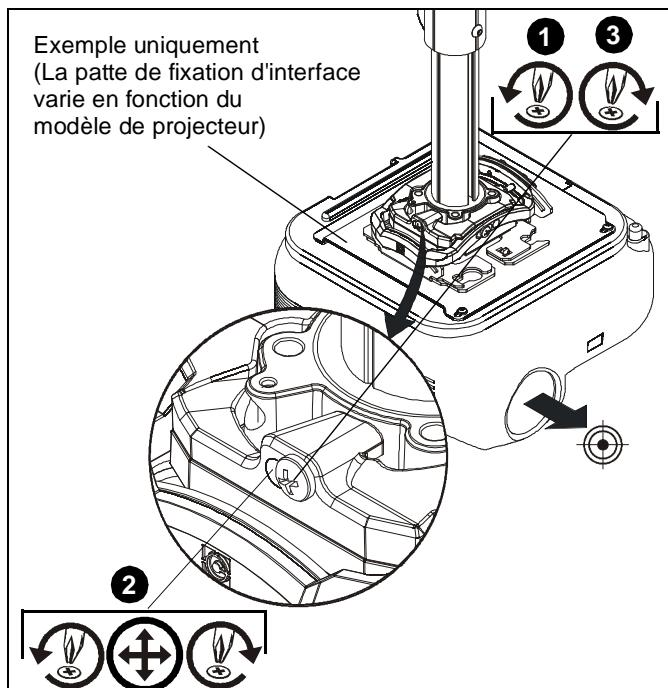

Figure 17
- Desserrez la vis de blocage du réglage du lacet à l'aide d'un tournevis Phillips 2. (Voir la Figure 17)
- Tournez la vis de réglage micrométrique du lacet vers la droite ou la gauche à l'aide d'un tournevis Phillips 2 jusqu'à ce que l'image soit correctement alignée sur la cible. (Voir la Figure 17)
- Resserrez la vis de blocage du réglage du lacet à l'aide d'un tournevis Phillips 2. (Voir la Figure 17)